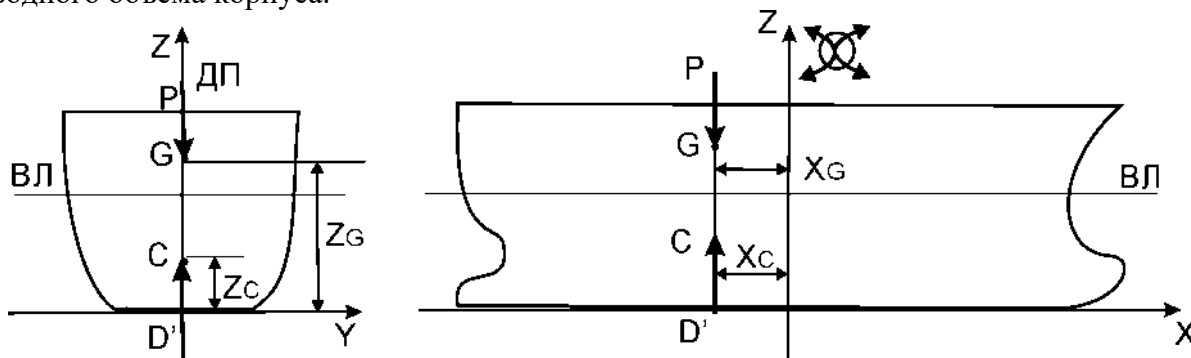

Рис.1 Плавучесть судна
Кривые элементов теоретического чертежа (рис. 1) представляют собой графические зависимости от осадки корабля водоизмещения (V), координат ЦВ (x_c, z_c), площади ватерлинии (S), абсциссы ЦТ площади ватерлинии (x_f) и ее поперечного и продольного моментов инерции (J_x, J_y), поперечного и продольного метацентрических радиусов (r и R).